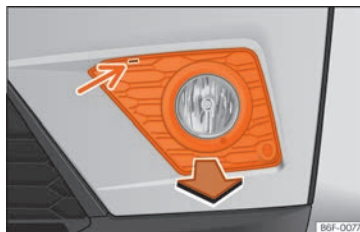

Fig. 105 Faro antiniebla: extraer la rejilla
1. Haga palanca con un destornillador en la muesca » fig. 105 (flecha). Seguidamente desclipe los clips situados en el contorno de la rejilla tirando de ella.